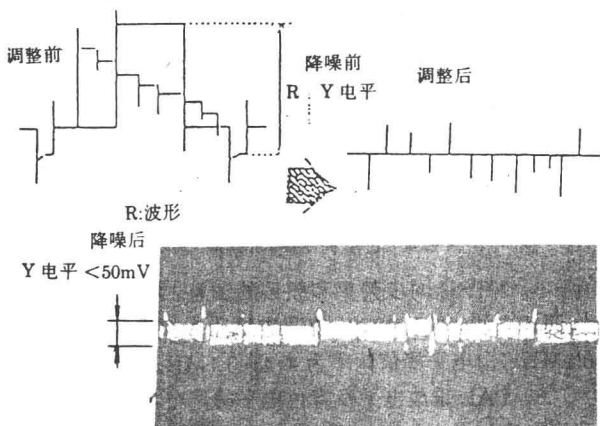

图 2 Y 降噪平衡
2. Y 降噪平衡调整: 调整不当时, 会使图象噪声增大, 录象时出现白条, 反向检索时拉黑丝。调整方法 LINE IN 输入 PAL 彩条信号, 测试点 TP312 接示波器 (在测试点与 GND 之间接一只 1500pF 电容)。调 VR301, 使 Y 电平幅度小于 $50mV_{p-p}$, 见图 2 所示。